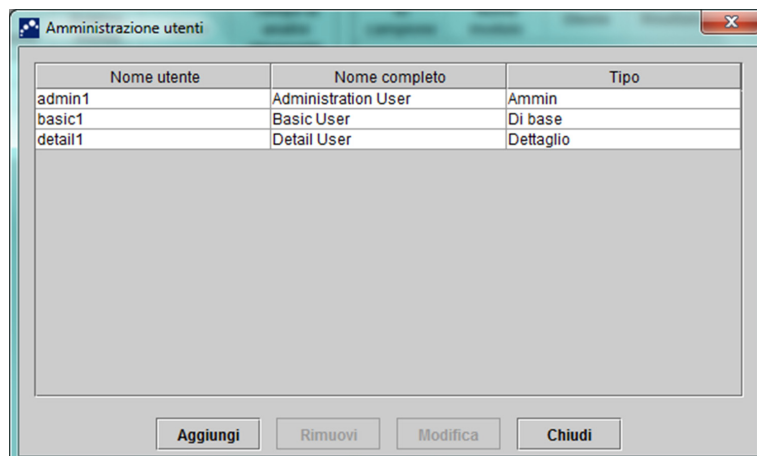

Figura 2-74. Finestra di dialogo Amministrazione utenti
1. Nella finestra GeneXpert Dx System (vedere la Figura 2-55), fare clic su **Amministrazione utenti** nel menu **Configurazione**. Verrà visualizzata la finestra di dialogo Amministrazione utenti. Vedere la Figura 2-74.